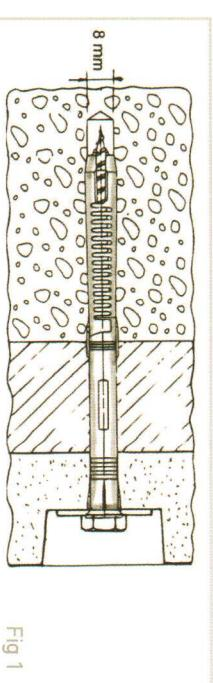

Fig 1
2. Drill hole accurately with 8mm dia. Masonry drill to required depth of fixing and screw allowing for thickness of unit and finishes. See Fig.1
2. Taladre el orificio con precisión con un diámetro de 8mm. Broca de mampostería a la profundidad de fijación requerida y tornillo que permite el espesor de la unidad y los acabados. Ver la Fig.1